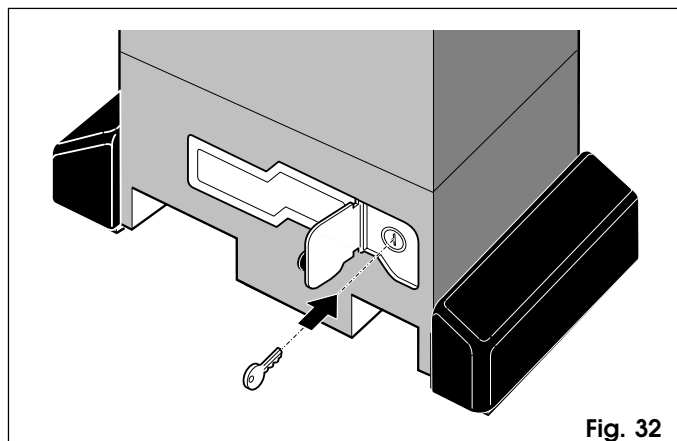

Fig. 32
- 1) Abren la portezuela de protección e introduzcan la llave en dotación en la cerradura (Fig.32).